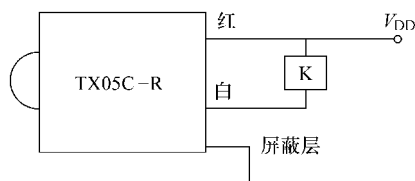

图 3-54 TX05C-T 发射模块
1) TX05C-T 发射模块。TX05C-T 发射模块内部电路有电源管理器件、密码 IC、红外调制电路和中功率红外线发射管、发生指示灯电源线,如图 3-54 所示。